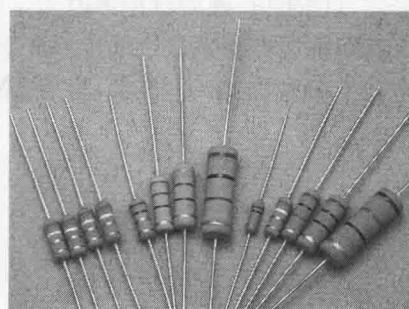

图 1-5 合成膜电阻
(4) 合成膜电阻,将导电合成物悬浮液涂敷在基体上而得,因此也叫漆膜电阻(图 1-5)。由于其导电层呈现颗粒状结构,所以其噪声大、精度低,主要用于制造高压、高阻、小型电阻器。